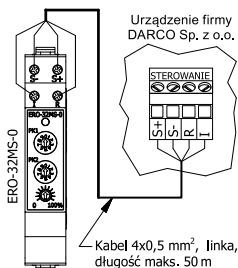

Rysunek 1. Budowa regulatora.
1. Jeden z zaczepów (rys.1 poz.1) zahaczyć o szynę TS-35.
2. Wkrętakiem płaskim odciągnąć drugi zaczep (rys.1 poz.1) i docisnąć regulator do szyny TS-35.
3. Zwolnić odciągnięty zaczep (rys.1 poz.1).
Regulator posiada jedno 4-pinowe złącze (rys.1 poz.2) do przyłączenia przewodu z urządzenia sterowanego. **Zaleca się, aby połączenie to zostało wykonane za pomocą kabla 4-żyłowego typu linka o przekroju 4x0,5 mm² (patrz rysunek 2).**
Regulator posiada jedno 4-pinowe złącze (rys.1 poz.2) do przyłączenia przewodów zasilającego i z urządzenia sterowanego. **Zaleca się, aby połączenia te zostały wykonane za pomocą kabli 2-żyłowych typu linka o przekroju 2x0,5 mm² (patrz rysunek 3).**
Przed włączeniem napięcia zasilającego regulator należy dokonać wyboru urządzenia, którym będzie on sterował. Wyboru tego dokonuje się za pomocą dwóch przełączników kodujących PK1 i PK2 (rys.1 poz.4) zgodnie z informacjami zawartymi w tabelach 1a i 1b. Sterownik po włączeniu zasilania miga kontrolką (rys.1 poz.3) potwierdzając typ wybranego urządzenia (kolejno kolorem zielonym, czerwonym i żółtym).
Zmiany prędkości obrotowej sterowanego urządzenia lub nastawy zadanego napięcia, dokonuje się za pomocą pokrętła (rys.1 poz.5). Jego przekręcenie w lewe skrajne położenie powoduje przejście regulatora w tryb uśpienia.